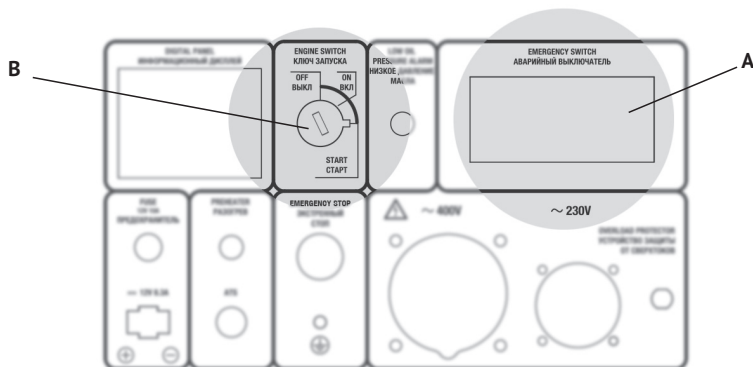

Рис. 12
- Установить ключ в положение ВКЛ (рис.12, **B**).
- Установите автомат защиты (аварийный выключатель) в положение ВЫКЛ (рис.12, **А**).
- Поверните ключ в положение ВЫКЛ (рис.12, **Б**).